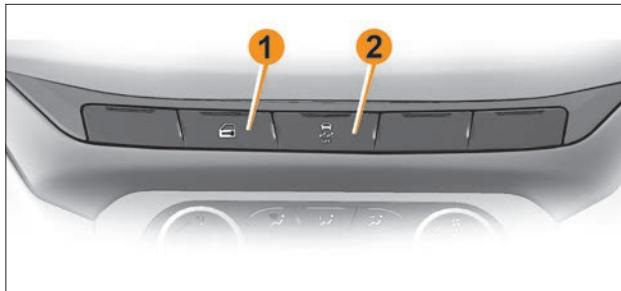

Рис. 3. Блок выключателей на панели приборов
Для блокировки замков дверей и включения режима охраны нажмите кнопку блокировки  на пульте. При этом произойдет блокировка замков дверей и включение режима охраны, что подтверждается загоранием на некоторое время индикатора на кнопке 1 (см. рис. 3) и двукратным световым сигналом указателей поворота.
– Центральная блокировка/разблокировка замков дверей. Для блокировки замков всех дверей из салона нажмите кнопку  на панели приборов, индикатор на кнопке **1** (рис. 3) загорится на некоторое время, затем погаснет. Если при нажатии кнопки  капот, багажник или одна из дверей были открыты, то двери обратно разблокируются. Закройте двери, капот, багажник, нажмите кнопку блокировки , все двери заблокируются. Разблокировка замков боковых дверей происходит при открывании со стороны салона любой передней двери.
При заведенном двигателе нажмите кнопку центрального замка  на панели приборов **1** (рис. 3) и удерживайте ее в течение пяти секунд. Сразу после нажатия кнопки загорится светодиод, двери заблокируются. Заглушите двигатель. Функция активирована.
При заведенном двигателе нажмите кнопку центрального замка  на панели приборов **1** (рис. 3) и удерживайте ее в течение пяти секунд. Функция отключена.